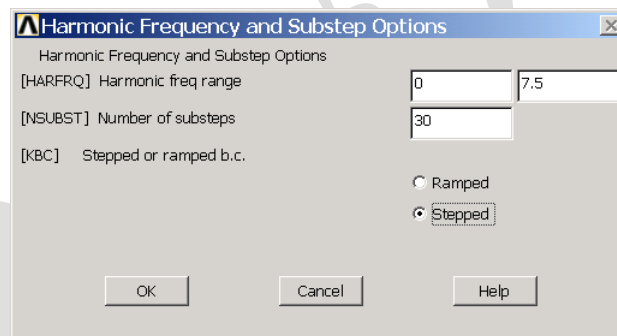

图10.51 设定频率和子步数
(6) 单击 **Main Menu>Solution>Load Step Opts>Time/Frequenc>Freq and Substps** 菜单，弹出如图 10.51 所示的【Harmonic Frequency and Substep Options】对话框。在【Harmonic freq range】文本框中输入【0】和【7.5】，在【Number of substeps】文本框中输入【30】，在【Stepped or ramped b.c.】选项组中选择【Stepped】单选按钮。然后单击【OK】按钮。